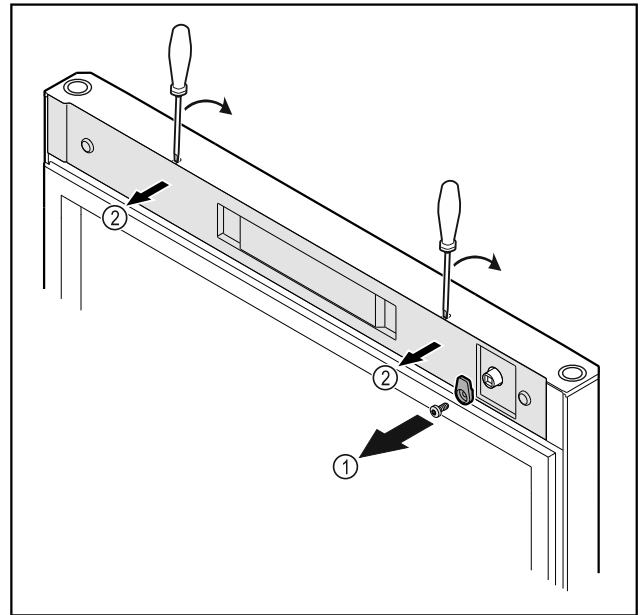

Fig. 14
- Odšroubujte petlici Fig. 14 (1).
- Uvolněte kryt Fig. 14 (2) malým šroubovákem a sejměte jej.